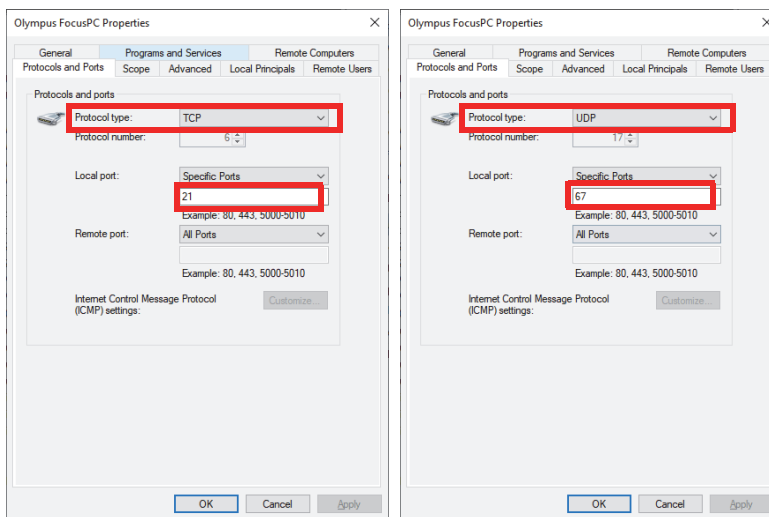
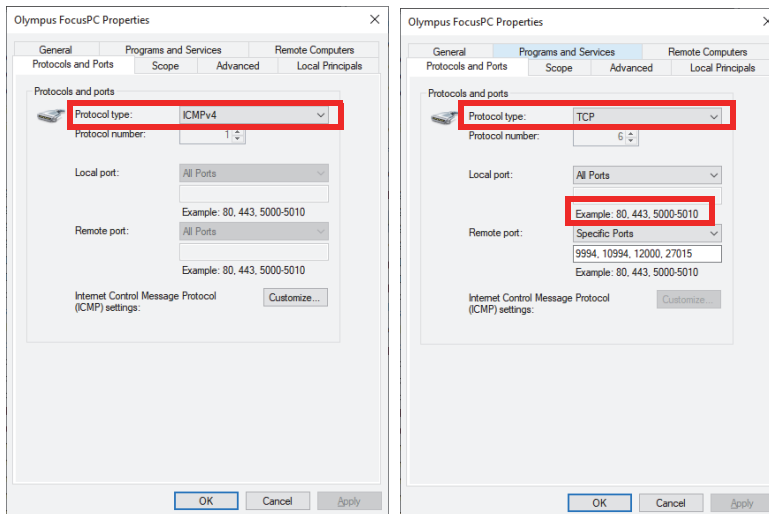
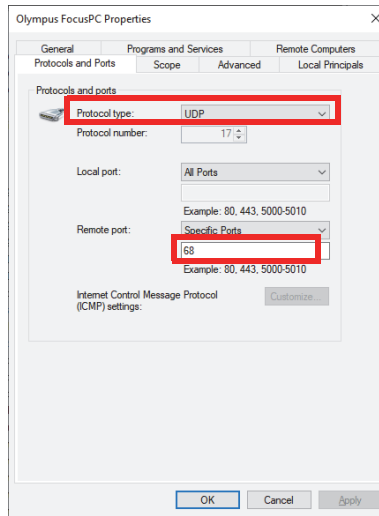

図 1-13 プロトコルタイプ – 受信の規則 TCP 21 および UDP 67
図 1-14 プロトコルタイプ – 送信の規則 ICMPv4 および TCP
図 1-15 プロトコルタイプ – 送信の規則 UDP 68
7. 35 ページの図 1-13、35 ページの図 1-14、および 36 ページの図 1-15 に表示するパラメーターでポートを設定します。